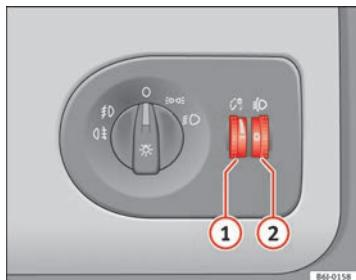

Fig. 56 Tablero de instrumentos: reguladores de la iluminación de instrumentos y mandos y del alcance de los faros
Con las luces encendidas se puede regular la intensidad de la luz de los instrumentos y mandos girando la ruedecilla moteada → fig. 56 ①.